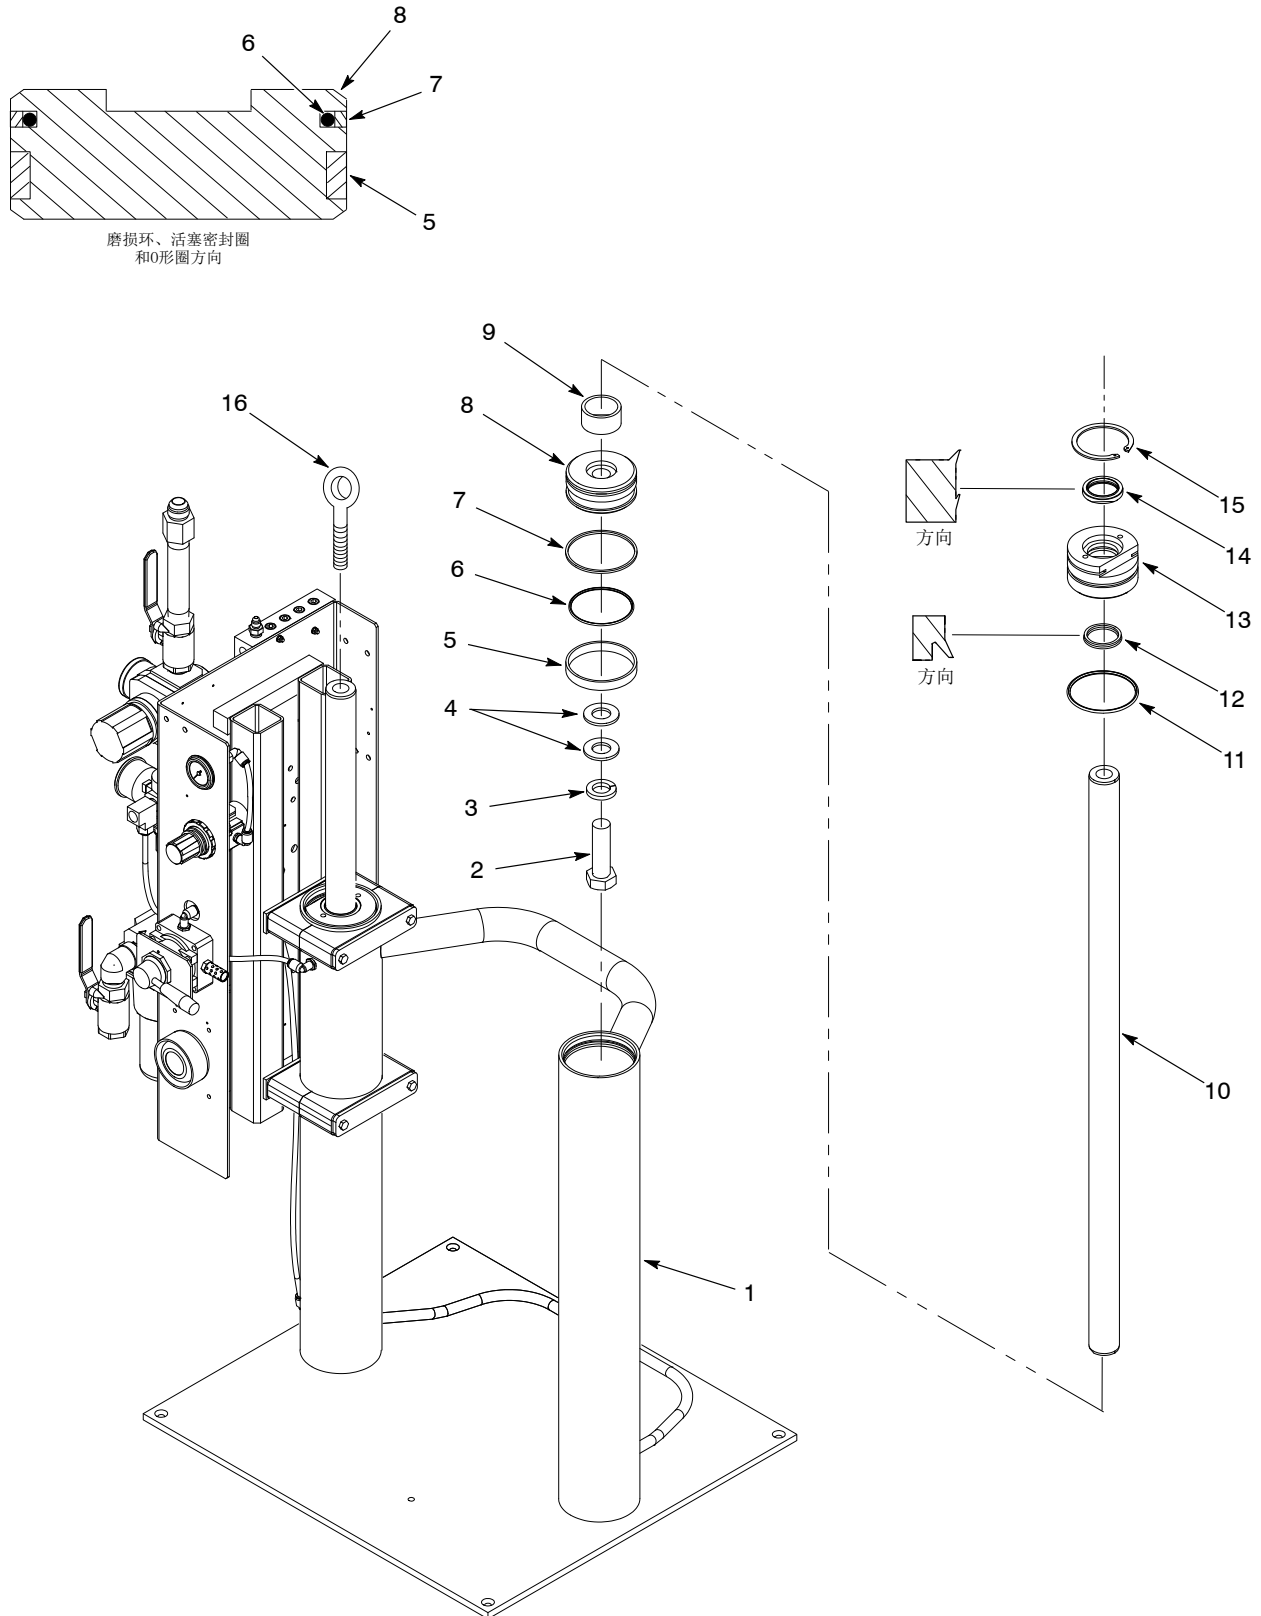

图 5 重构小型框架气缸
1. 详见图5。将 $\frac{7}{8}$ - 14有眼螺栓(16)拧入每个活塞杆(10)。
1. 详见图5。清洁气缸内壁(1)。立即涂抹一层O形圈润滑剂，以防腐蚀。
1. 详见图5。在每个活塞杆(10)上涂抹薄薄的一层凡士林。